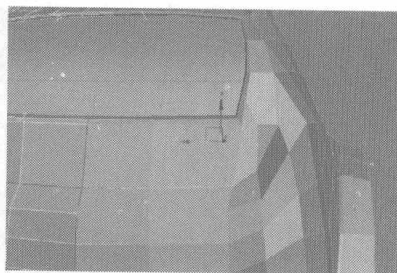
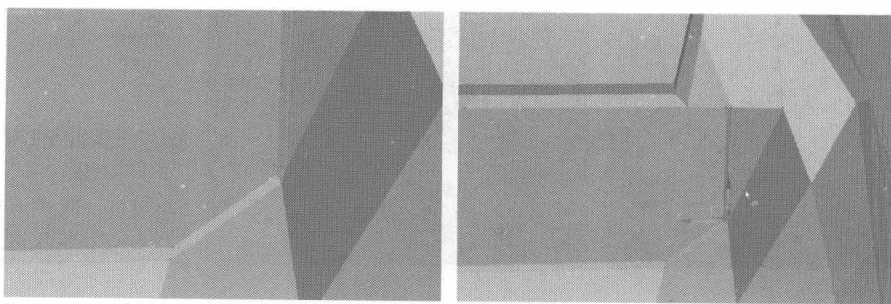

图 7.129
图 7.131
- 25** 选择图 7.129 中的曲线，单击 **Chamfer** ☐ 按钮右边的小方块，在弹出的对话框中设置倒角参数，单击 **OK** 按钮，如图 7.130 所示。进入点物体层级，单击 **Target Weld** 按钮，焊接如图 7.131 中的节点。